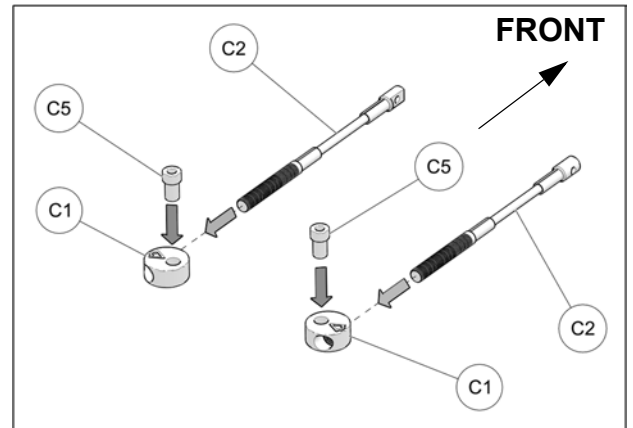

Fig. 23
- Assemble steering limiter cables (C2), aluminum disks (C1) and step spacers (C5) together as shown on Fig. 23
11. Assembler les câbles des limiteurs de conduite espaceurs (C5) tel que montré à la Fig. 23